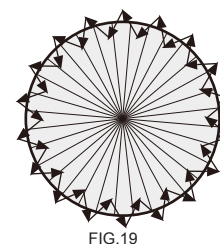

FIG. 19
- 4.2.4 Camine desde el exterior hacia el patrón de detección hasta que el LED se encienda durante aprox. 1,5 segundos y luego apagado, el siguiente disparo debe ser un intervalo de 7,5 segundos (consulte la FIG. 19).